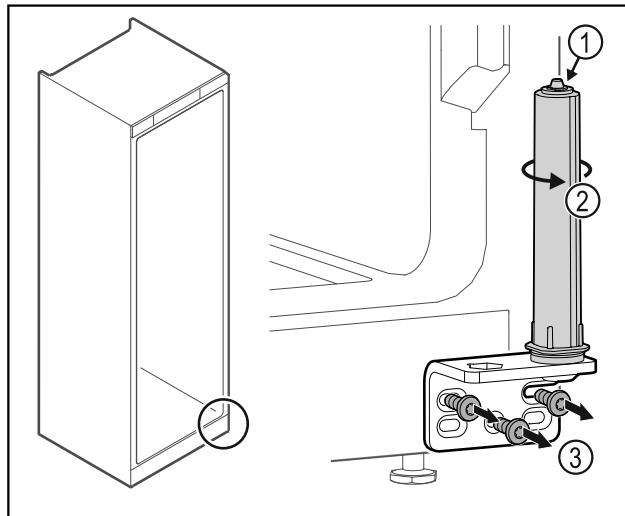

Fig. 33
- ▶ Neardykite durų uždarymo sistemos Fig. 33 (1).
- ▶ Sukite uždarymo sistemą Fig. 33 (2), kol ji užsifiksuo.
- ▶ Atsukite šarnyrinj kampuotj Fig. 33 (3).